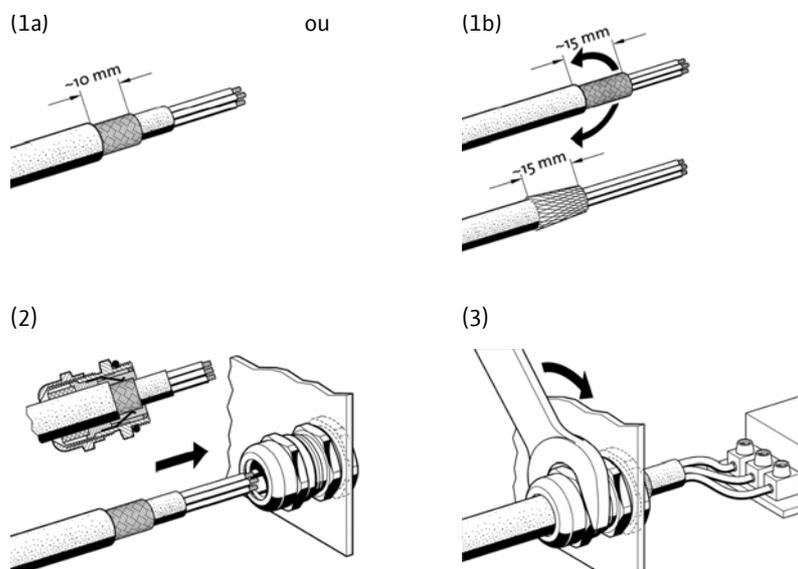

Fig. 16: Colocação de blindagens de cabos nos prensa-fios de compatibilidade electromagnética
**Colocação de blindagens de cabos nos prensa-fios de compatibilidade electromagnética (CC... WM): ver fig. 16, passos 1 até 3.**
**Colocação de blindagens de cabos nos grampos de blindagem (CC... BM), ver fig. 16, passos 1 a 4.**